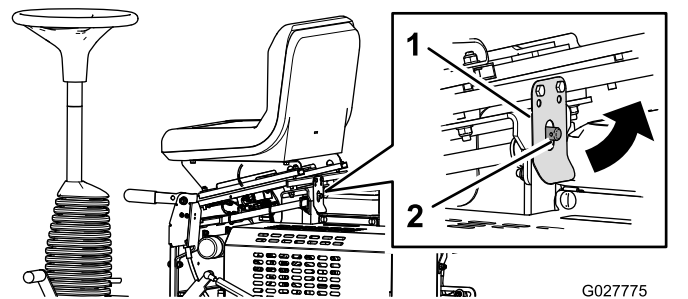

Figura 20
2. Puxe o trinco do banco e incline o banco para a frente (**Figura 20**).